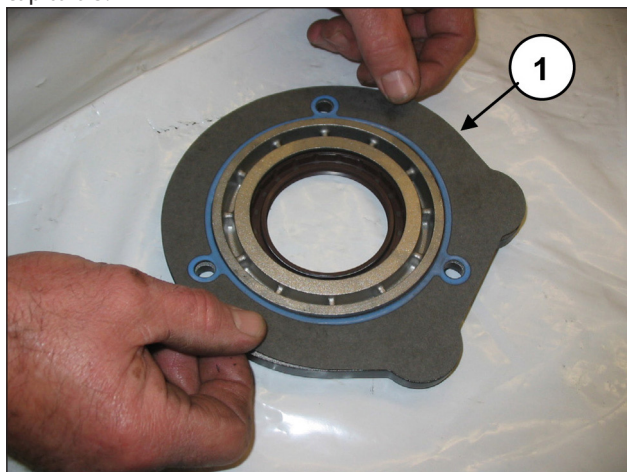
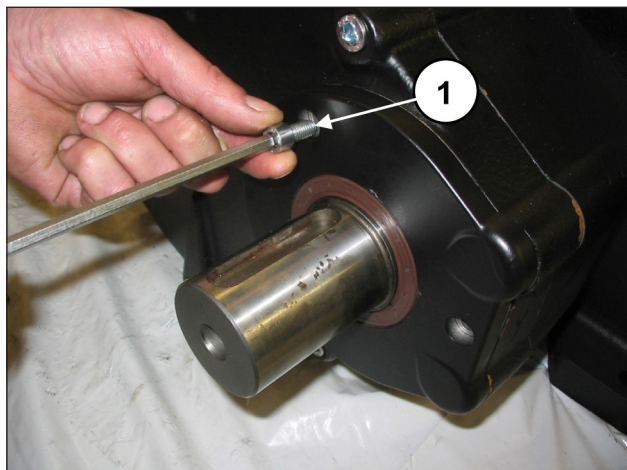

Fig. 72
Fig. 73
Applicare la flangia riduttore con relativa guarnizione alla scatola riduttore (pos. ①, Fig. 72) ed avvitarela mediante 3 viti M8x18 (pos. ①, Fig. 73).